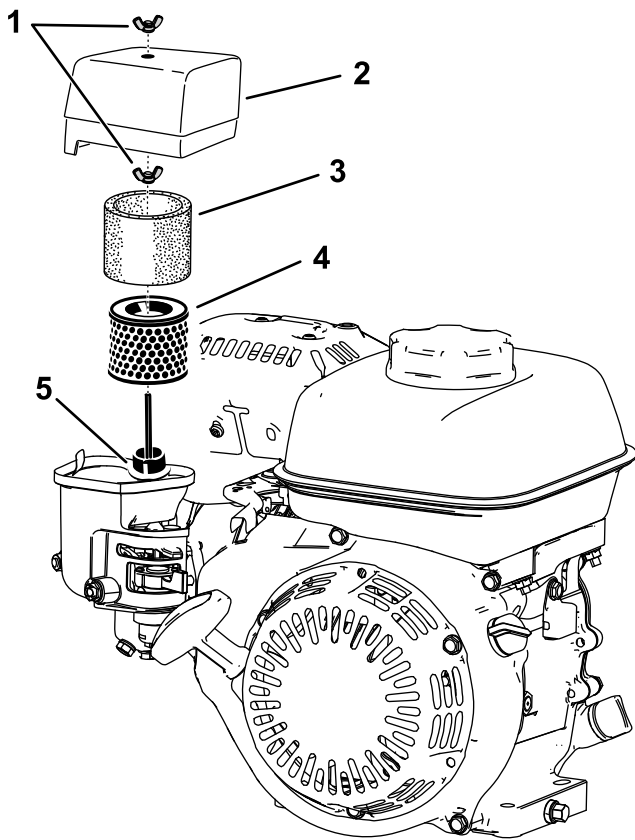

Bild 27
- Entfernen Sie die Flügelmutter, mit dem die Luftfilterabdeckung befestigt ist (Bild 27).